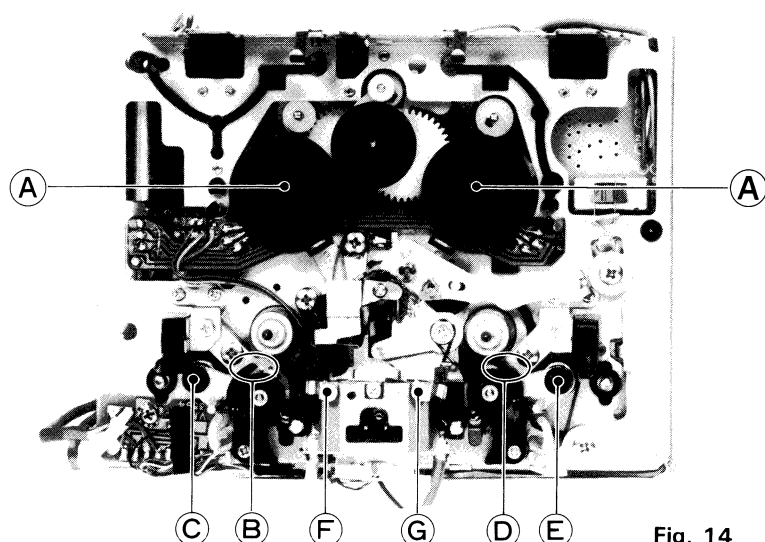

Fig. 14
4. Reel disk Assemblies (Fig. 14)